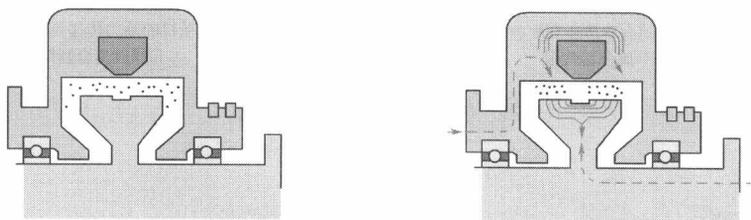

图 1-4 电磁离合器
(3) 电磁离合器:指利用磁力传动的离合器,即靠线圈的通断电来控制离合器的接合与分离,在汽车上,应用于电磁风扇等,如图 1-4 所示。